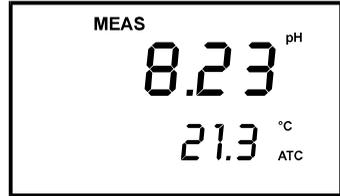

图 15 – 测量模式
2. 按 ON 键，开启仪器。MEAS 字样会出现在 LCD 显示屏的上方。ATC 字样出现在屏幕的右下角，显示处于自动温度补偿(参见第 15 页，选择手动温度补偿)。参见图 15。